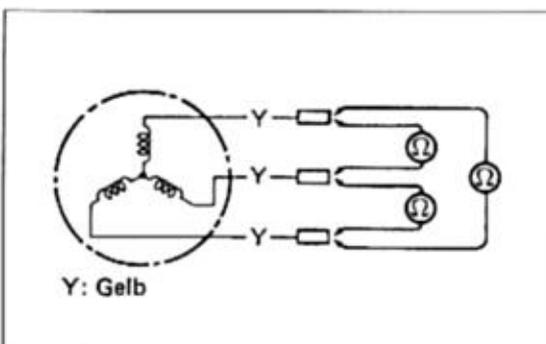

Bild 70
- \sqrt{V} Statorspulen des Generators sind in Ordnung, wenn zwischen den gelben Kabeln jeweils Durchgang besteht (Bild 70). Es darf kein Masseschluss der gelben Kabel vorliegen.